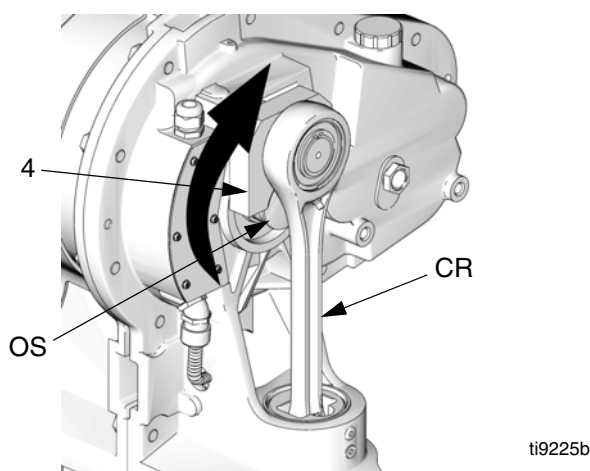

FIG. 16. Rotation du bras de manivelle
10. Consultez la FIG. 16. Faites tourner le bras de manivelle (4) jusqu'à ce qu'il puisse être retiré de l'arbre de sortie (OS).
11. Tirez l'ensemble bras de manivelle/tige de connexion/piston de coulisseau (CR) vers le haut et hors du cylindre.
12. Retirez les vieux coussinets (8).